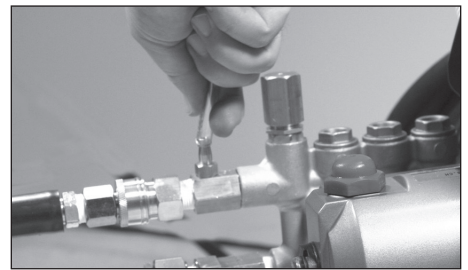

Figura 10 - Conecte el tubo de succión al conector dentado
2. Presione la manguera plástica para detergente sobre el conector dentado (Ver Figura 10).